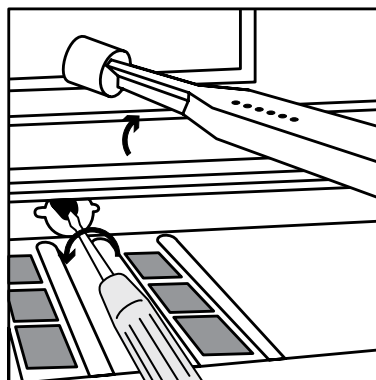

Рис. 11
- специальным торцевым ключом для жиклеров или 7 мм торцевым ключом (рис. 11) отвинтите жиклер горелки духовки и замените его подходящим для нового типа газа (см. табл. 1). Будьте внимательны, чтобы не повредить провода свечи розжига и термопары;